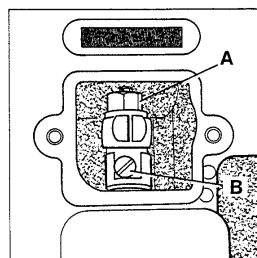

Fig. 12
To change the stitch length, remove the cover plate located below the serial number of the machine. Loosen lock nut (A, Fig. 12) and turn stitch length adjusting screw (B) clockwise to shorten stitch or counterclockwise to lengthen it. After adjustment, retighten lock nut (A) and replace the cover plate.
Zum Verändern der Stichlänge entfernen Sie den Deckel unter der Seriennummer der Maschine. Lösen Sie die Mutter (A, Fig. 12) und drehen die Stichlängensschraube (B) im Uhrzeigersinn, um den Stich zu verkürzen oder im Gegenuhrzeigersinn, um ihn zu verlängern. Ziehen Sie die Mutter (A) nach dieser Einstellung wieder an und schrauben den Deckel wieder auf.